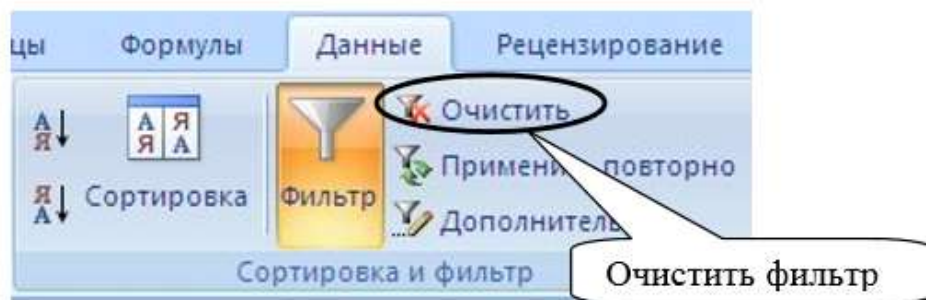
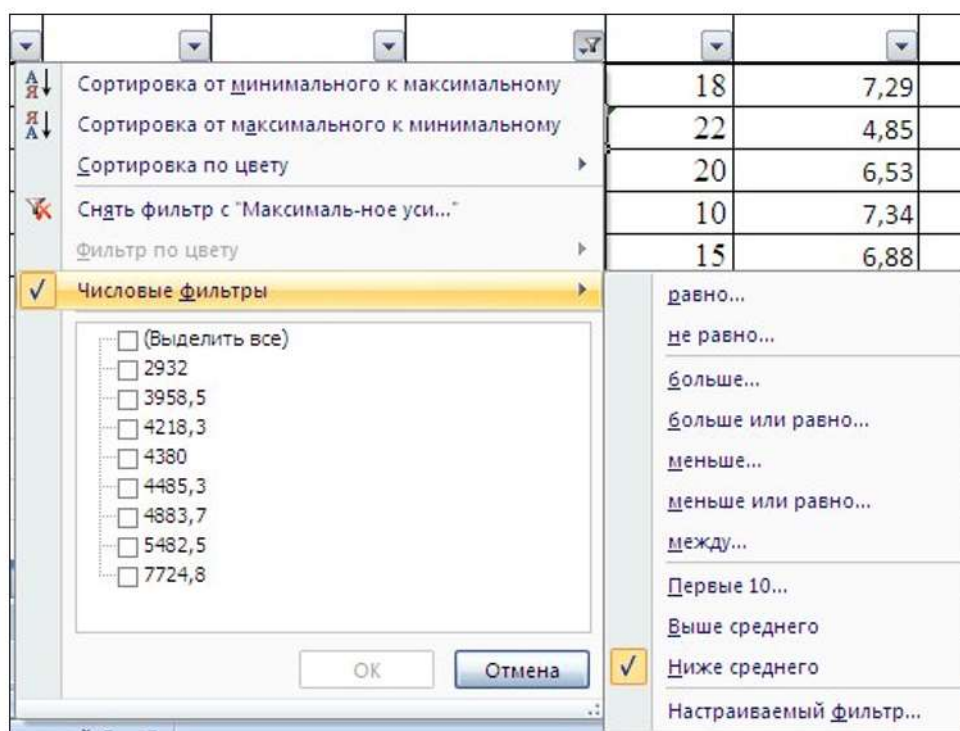

Рисунок 2.18– Команда сортировки и фильтрации данных
Рисунок 2.20 - Список дополнительных фильтров
2. Выполнить команду Сортировка на ленте Данные в группе Сортировка и Фильтр (рис. 2.18).
Отфильтровать список - значит показать только те записи, которые удовлетворяют заданному критерию. Чтобы установить или убрать автофильтр следует на ленте Данные в группе Сортировка и фильтр выбрать команду Фильтр (рис. 2.18). После этого нажать кнопку со стрелкой возле названия какого-либо поля, чтобы раскрыть список его элементов и выбрать отображаемые значения или задать условие отбора (рис. 2.20). На экране появятся только те записи, которые отвечают заданному условию. В случае необходимости можно продолжить фильтрацию, нажимая кнопки со стрелками на других полях.